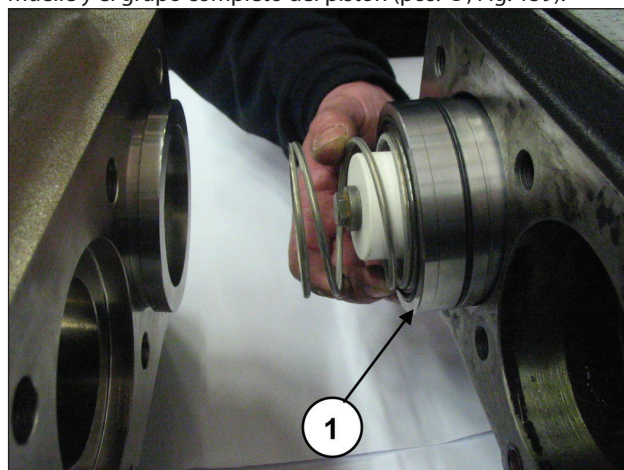

Fig. 159
Girando el eje, hacer avanzar la guía del pistón para que el tampón se desplace y expulse el soporte de las juntas, el muelle y el grupo completo del pistón (pos. ①, Fig. 159).